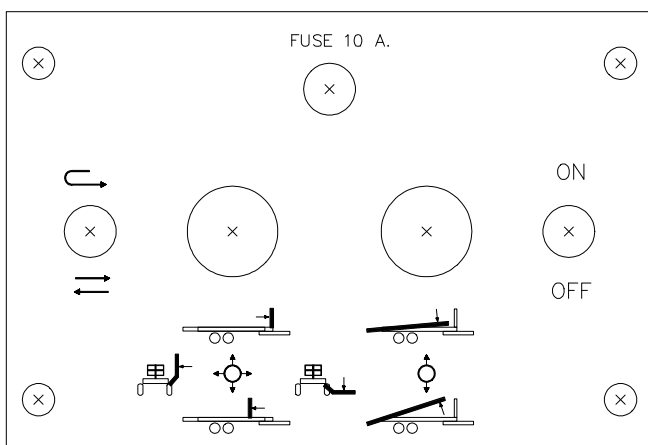

Figure 17
- 1) Familiarisez-vous avec les contrôles et leurs fonctions. (Figure 17)